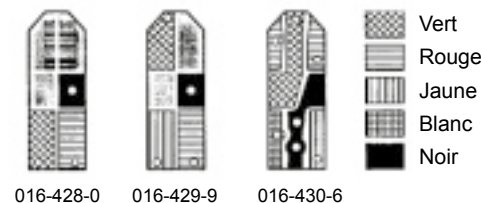

Fig. 4
4. Les fils repérés à l'aide des gaines thermorétractables sont soudés conformément à la Fig. 4 sur l'arrière de la platine (2) pas encore insérée dans le panneau lumineux. (Les LED se trouvent sur la face avant.) Le soudage doit être très bref ! Sinon, vous risquez de griller les circuits ! Les LEDs, comme la platine, sont sensibles à la chaleur. Utilisez peu d'étain de soudure ! Il doit n'exister aucun pont de contact entre les différents champs !